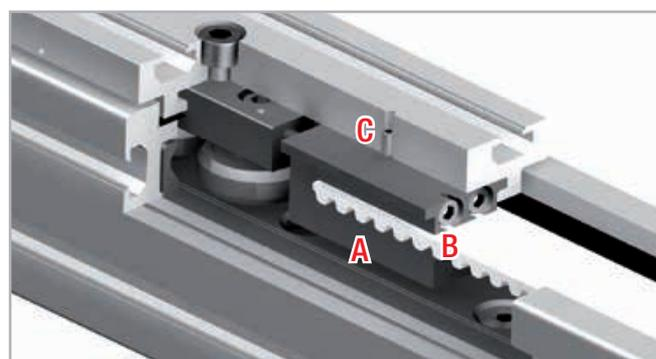

Fig. 65
1. Desparafusar os parafusos de segurança C (no topo da placa do cursor) do dispositivo de tensionamento da correia A (ver fig. 65).